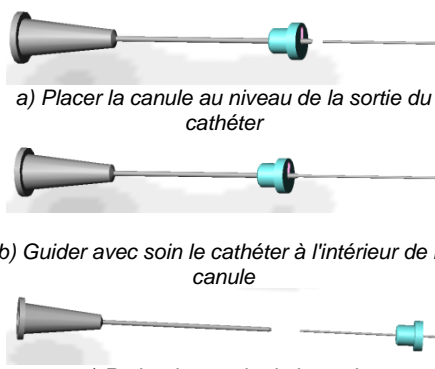

Fig. 7 (a, b)
5. Connecter le sample vial (tube d'échantillonnage) (Fig. 7, 8, 9). Il est important de placer le tube au même niveau ou en dessous de la membrane afin d'éviter l'ultrafiltration à travers la membrane.